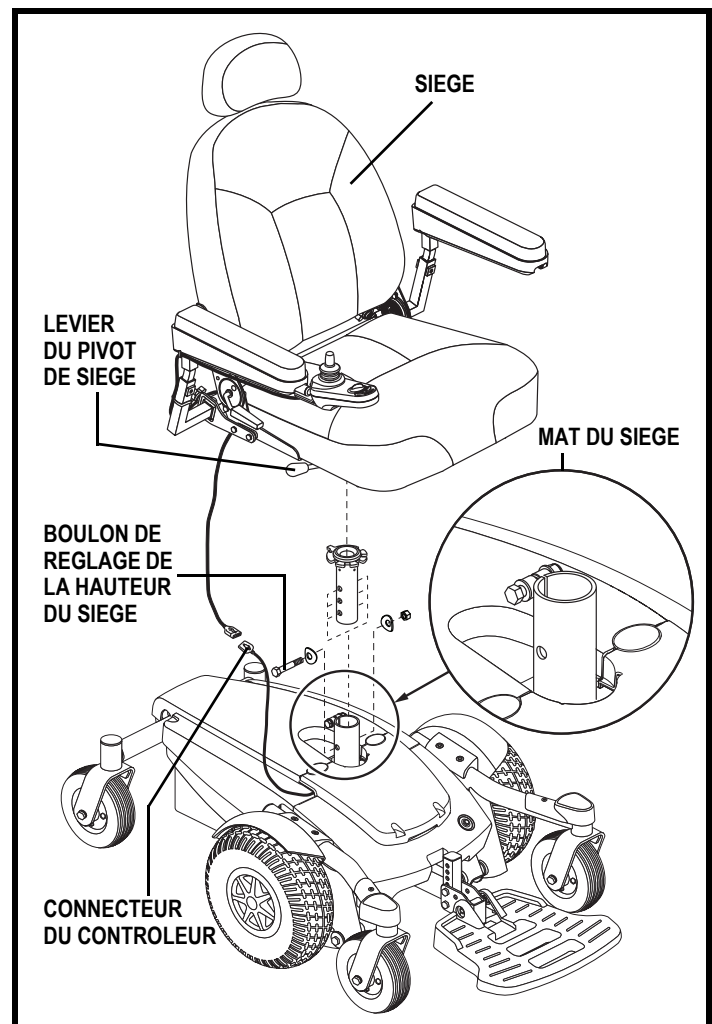

Figure 17. Réglage de la hauteur du siège
3. Débranchez le connecteur du contrôleur de la base motorisée. **Voir la figure 17.**
4. Déverrouillez le siège à l'aide de son levier. **Voir la figure 17.**
6. Desserrez le boulon et son écrou sur l'arrière du mât du siège. **Voir la figure 17.**
7. Retirez le boulon de réglage, la rondelle et son écrou. **Voir la figure 17.**